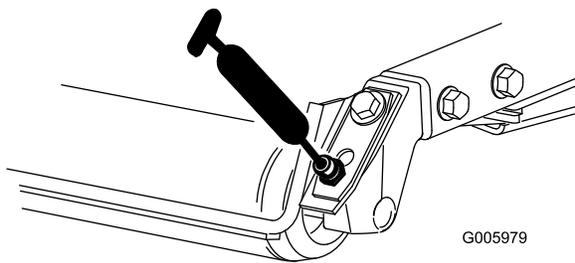

Figura 48
- Rolamentos do rolo traseiro (2 por unidade de corte), como se mostra na Figura 48